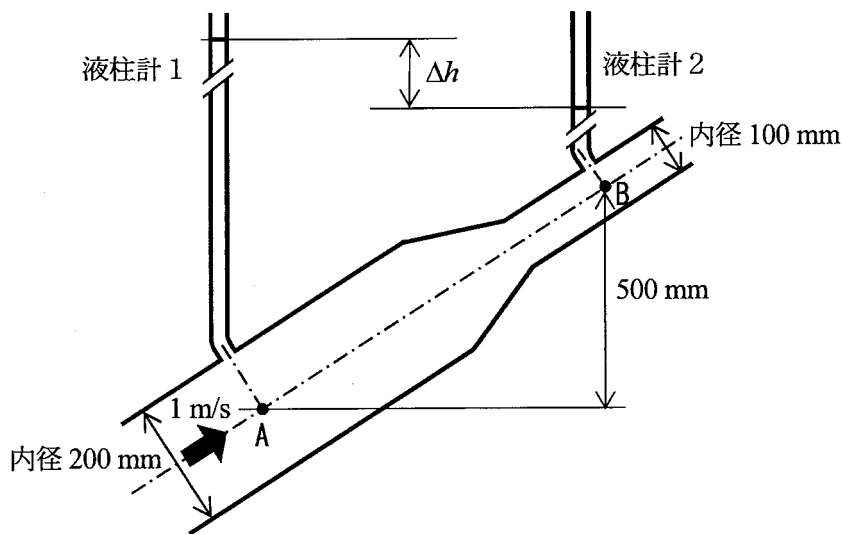

図1
(1) 図1に示すような傾斜した円管内を水が流れており、A点(管の内径 200 mm)での断面平均流速が 1 m/s である。A点での静圧を測る液柱計1の液柱と、A点から 500 mm の高さにあるB点(管の内径 100 mm)での静圧を測る液柱計2の液柱の高さの差 Δh を求めたい。この場合、粘性の影響を無視できるとすると、ベルヌーイの式を用いることができる。